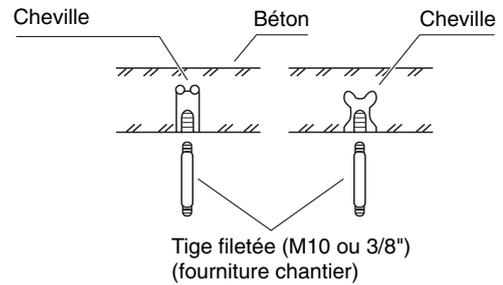

Fig. 3-32
(1) Fixez solidement les tiges filetées dans le plafond conformément à la méthode illustrée dans les schémas (figures 3-32 et 3-33), en les attachant dans la structure du support pour plafond ou au moyen de toute autre méthode garantissant une suspension solide et sûre de l'unité.